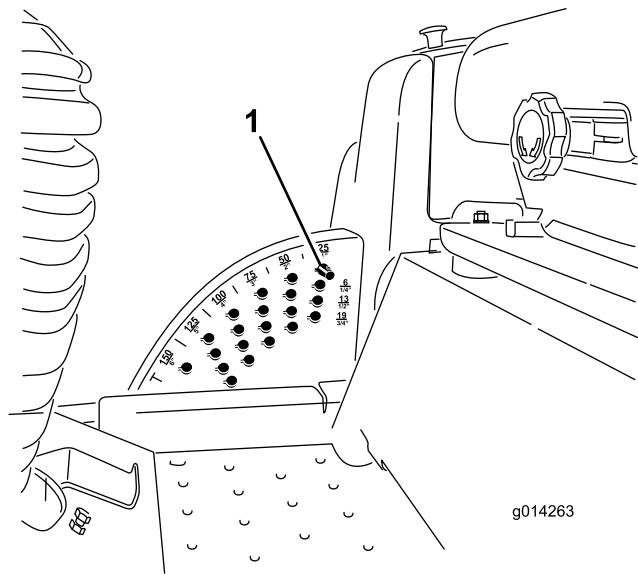

Figura 16
Nota: Para bloquear la carcasa de corte o el accesorio en posición elevada, eleve la plataforma más allá de la posición de 15 cm, retire el pasador de tope de altura de corte (consulte Ajuste de la altura de corte), y ponga el pasador en la posición de altura de corte de 15 cm (Figura 16).
1. Con el motor en marcha, presione hacia atrás el interruptor de elevación de la carcasa hasta que la carcasa del cortacésped esté elevada del todo y **suelte el interruptor inmediatamente** (Figura 16).
2. Para ajustar, gire el pasador hasta que el nervio quede alineado con la ranura del taladro del soporte de altura de corte, y retire el pasador (Figura 16).
3. Seleccione un taladro del soporte de altura de corte que corresponda a la altura de corte deseada, inserte el pasador y gírelo para bloquearlo en esa posición (Figura 16).
Nota: Hay cuatro filas de taladros (Figura 16). La fila superior corresponde a la altura de corte impresa encima del pasador. La segunda fila corresponde a la altura impresa más 6 mm. La tercera fila corresponde a la altura impresa más 13 mm. La fila inferior corresponde a la altura impresa más 19 mm. Para la posición de 15,8 cm hay un solo taladro, situado en la segunda fila. Esta posición no añade 6 mm a la altura de 15,8 cm.